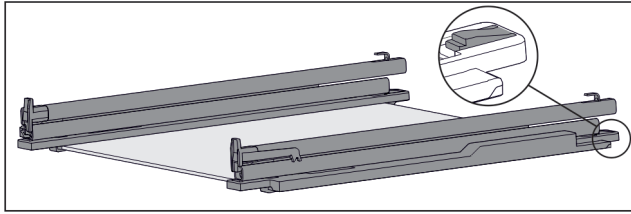

Fig. 219 Glasplatte mit Schienen und Halteteilen
- Halteteil hinten herunterdrücken (siehe Fig. 219) und gleichzeitig Schiene nach hinten schieben.